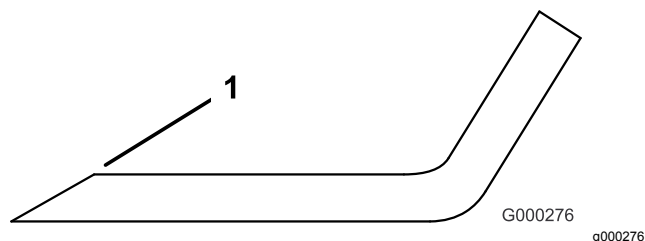

Figure 104
3. Examinez les tranchants de toutes les lames et aigüisez-les s'ils sont émoussés ou ébréchés (Figure 104).
Remarque: N'aigüisez que le haut du tranchant et conservez l'angle de coupe d'origine pour obtenir une coupe nette (Figure 104). Limez la même quantité de métal sur chacun des deux tranchants pour ne pas déséquilibrer la lame.